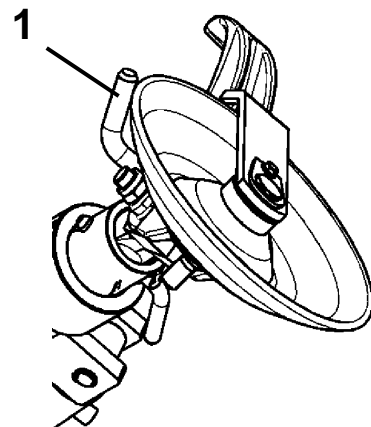

Fig.15a
- G. L'AXE DE BLOCAGE DE L'OUTIL (1, Fig. 15a) DOIT ÊTRE APPLIQUÉ UNIQUEMENT PENDANT L'UTILISATION DE L'OUTIL A DISQUE SUR DES ROUES A RENFORT.